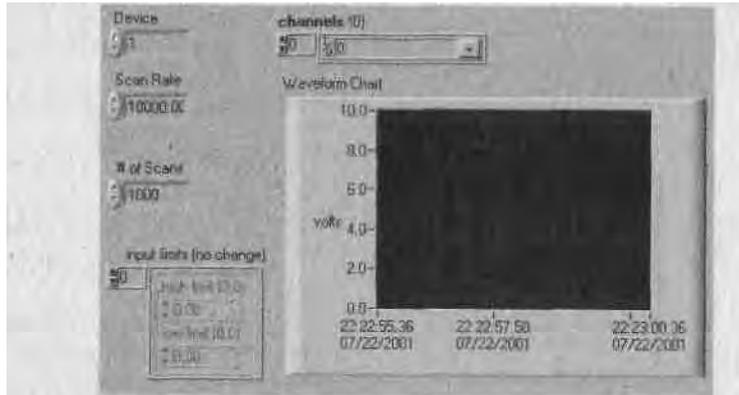

Рис. 11.35
1. Вначале создайте лицевую панель, как показано на рис. 11.35, с простой разверткой для просмотра данных.
1. Создайте ВП отображения и хранения осциллограммы. Этот ВП должен иметь лицевую панель, аналогичную показанной на рис. 11.35, но с дополнительной способностью хранения всех данных в файле (если 1 в этом вам необходима помощь, посмотрите еще раз функции по работе ]